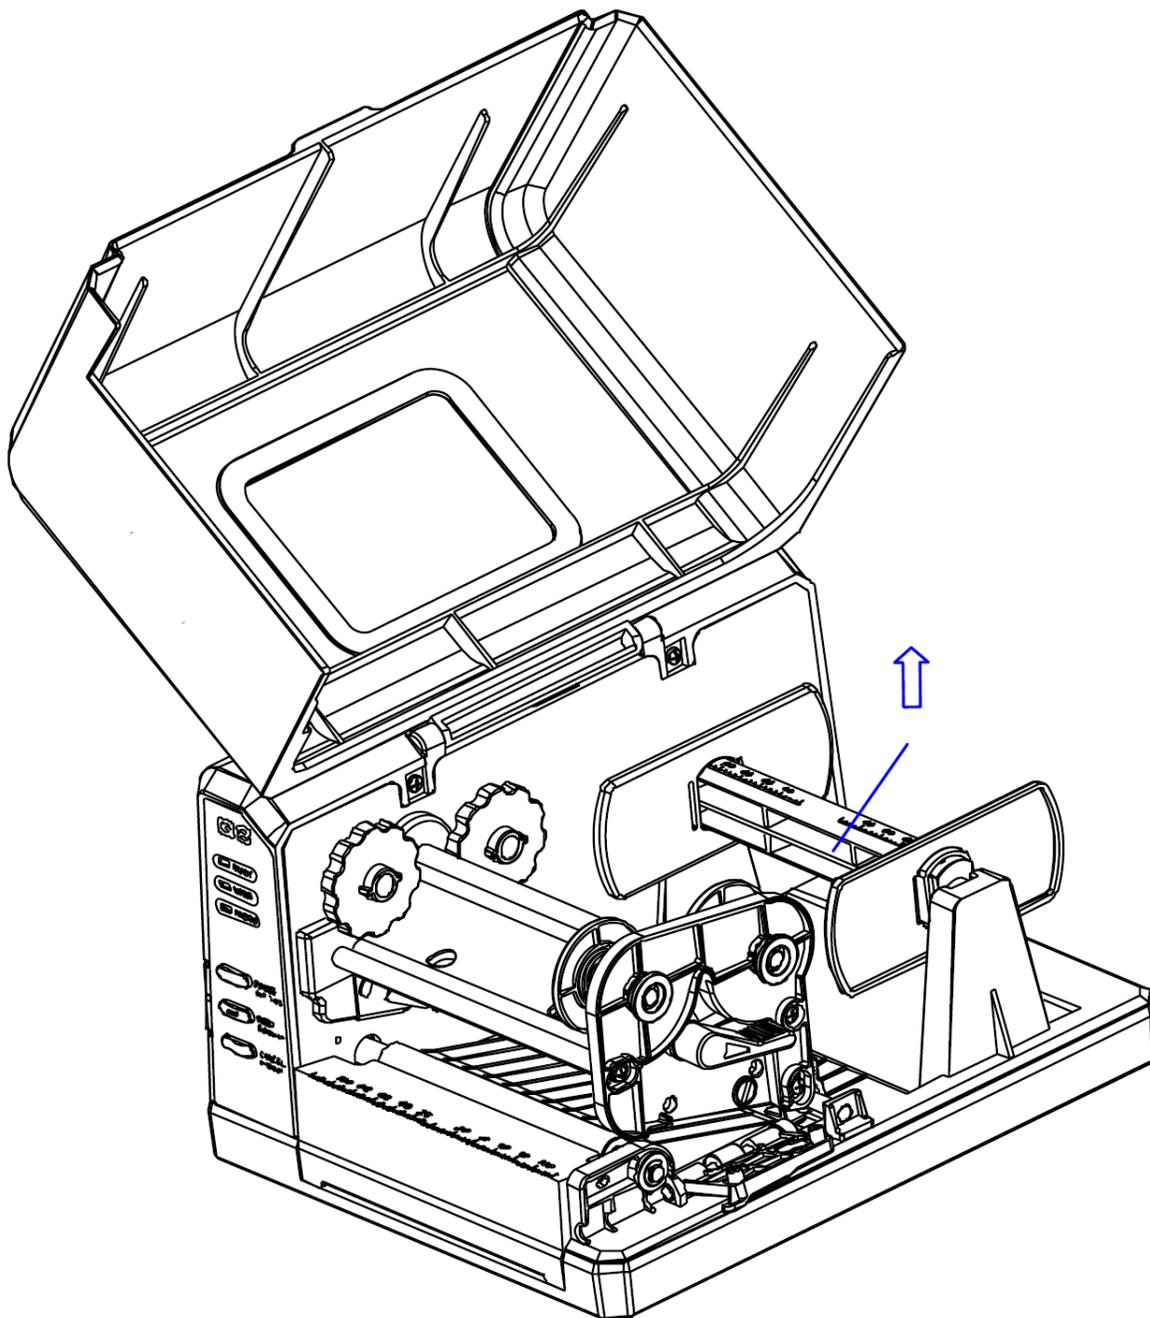

Figura 6-1
2. Saque el Eje de Medios (véase la Figura 6-1).